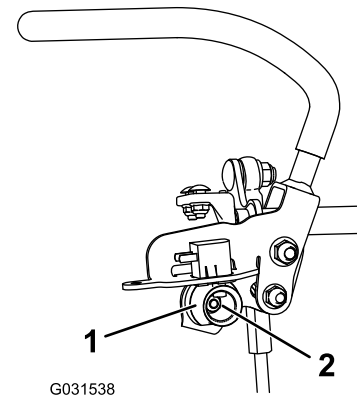

Figura 83
6. Afloje la tuerca que sujeta la leva (Figura 83).